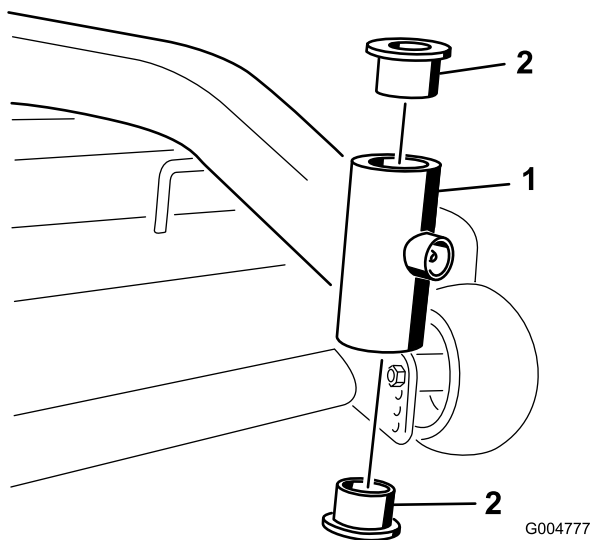

Figura 38
4. Insira um punção para cavilhas no tubo de montagem e retire, cuidadosamente, os casquilhos (Figura 38).